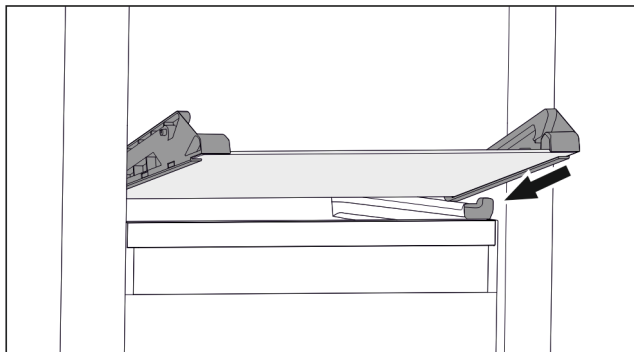

Fig. 108 Стъклена плоча на наклонящото се чекмедже
- ▶ Поставете стъклената плоча под ъгъл зад ограничителите. (виж Fig. 108)